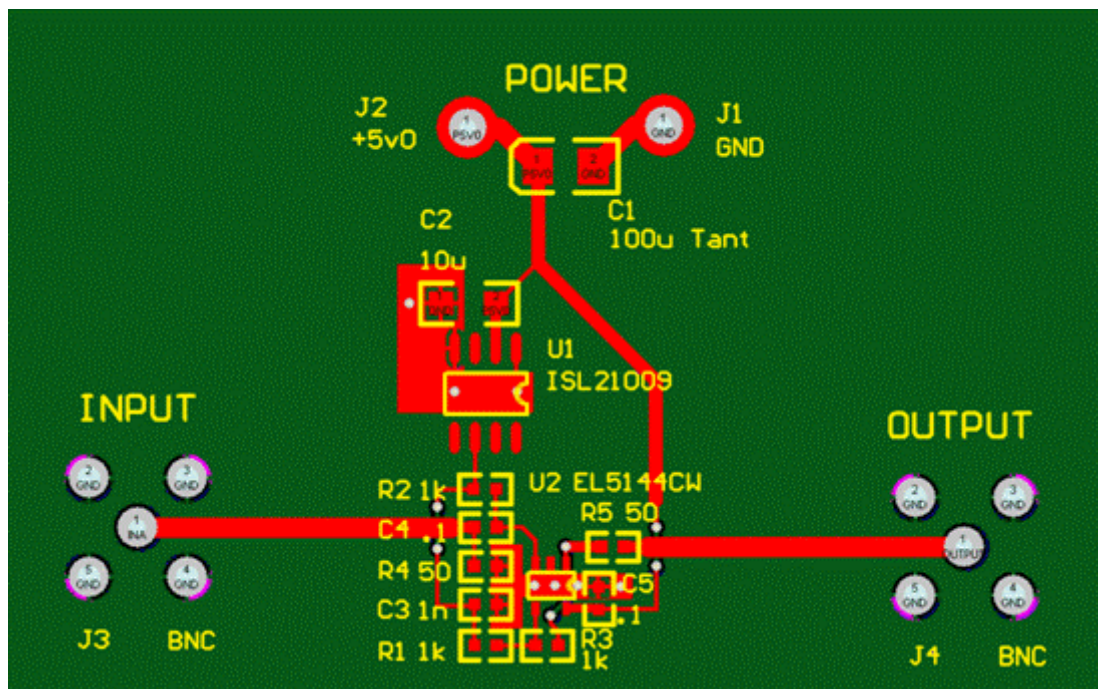

图 4: 单运放及其电压参考电路的印刷电路板排版。
**Tamara:** 这次我们为排版选择采用双层电路板(上次那块板子采用四层板)。第二层几乎是完整的接地层，在输入和输出线上是两条跳线，如图4所示。